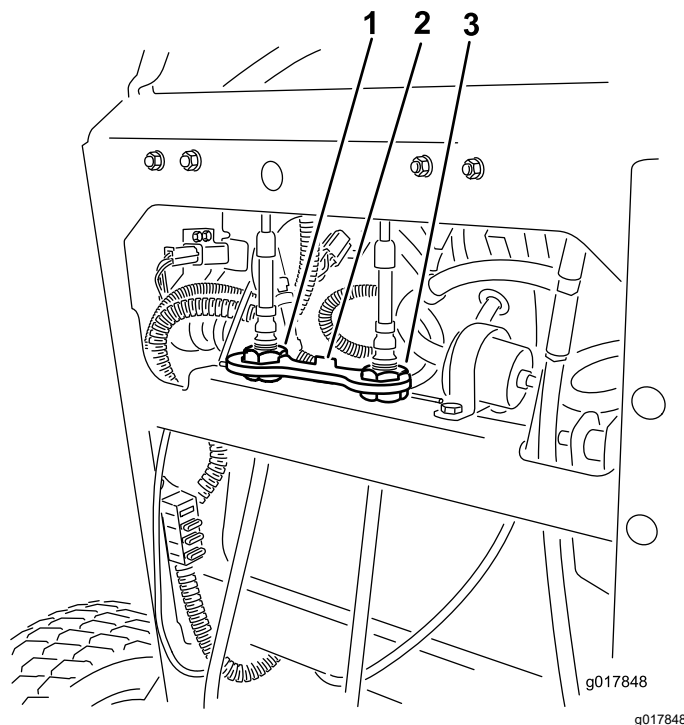

Figura 53
4. Ruotate il dispositivo di regolazione del cavo destro in modo da posizionare la leva di controllo del movimento destra al centro della fessura di blocco in folle del pannello di controllo (Figura 53).